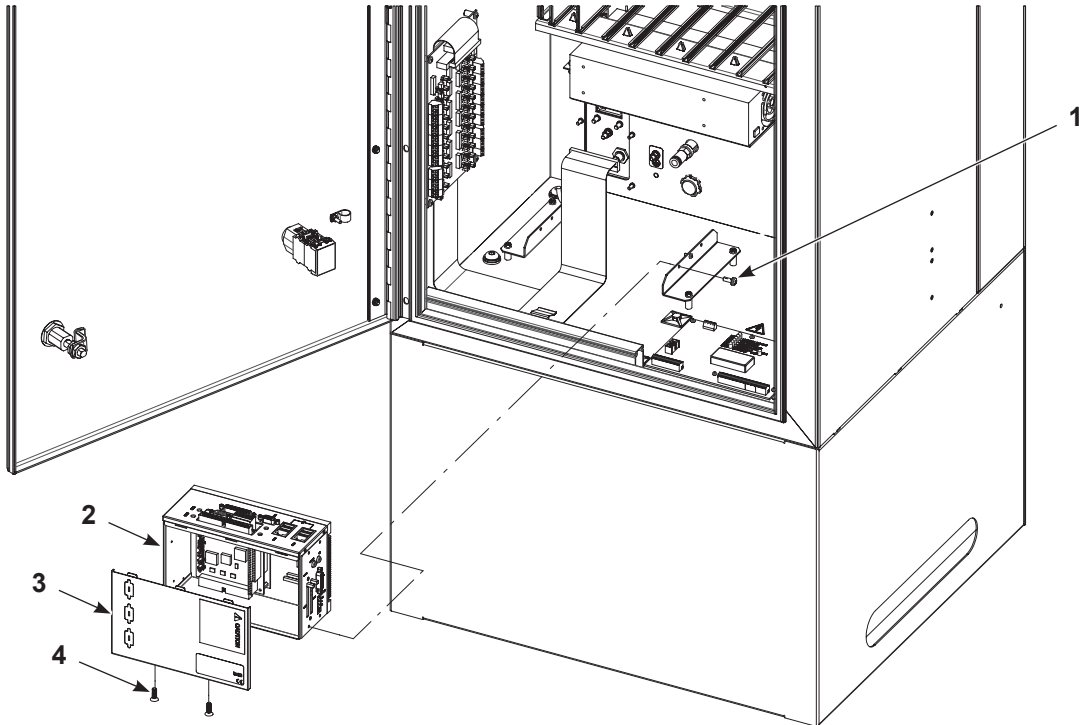

Figure 5-7 Dépose du PC
1. Voir la Figure 5-7. À l'intérieur de l'armoire iControl, débrancher tous les fils et câbles du PC (2).
2. Déposer le PC de l'iControl en retirant les vis du rail DIN (1).
3. Déposer la face avant du PC (3) en retirant les vis de la face avant (4).